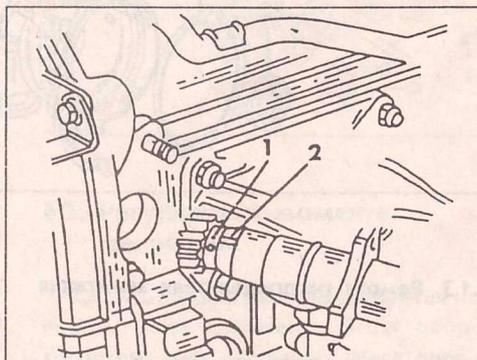

Рис. 150.
- Провернуть валик распределителя, совместив метки на валике и корпусе, как показано на рис. 150.